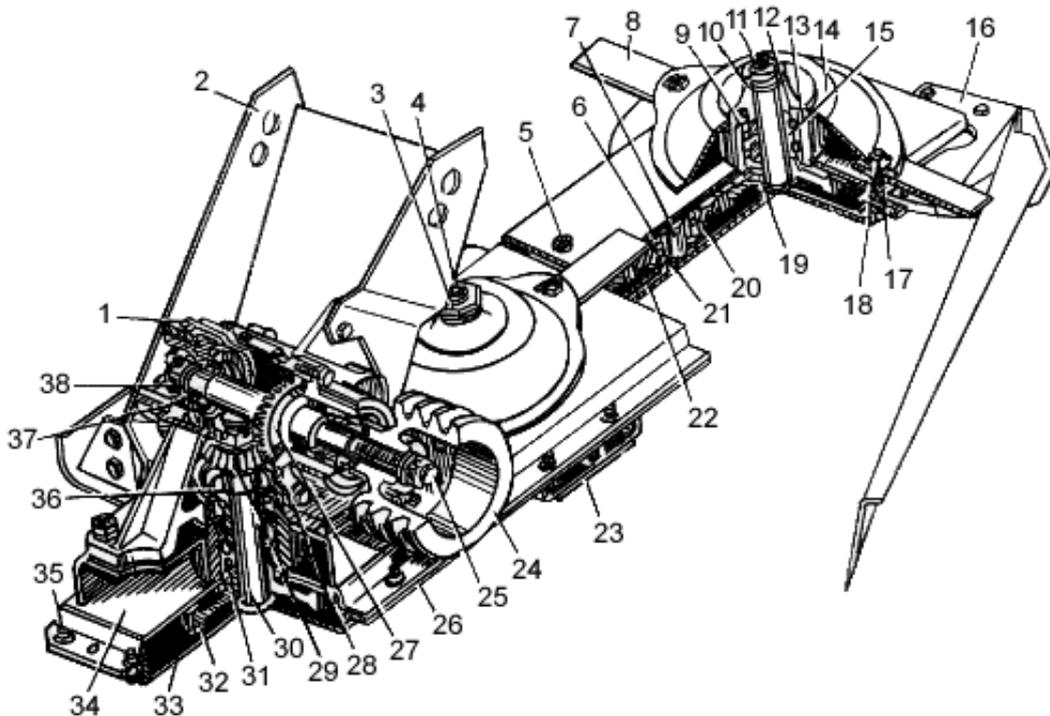
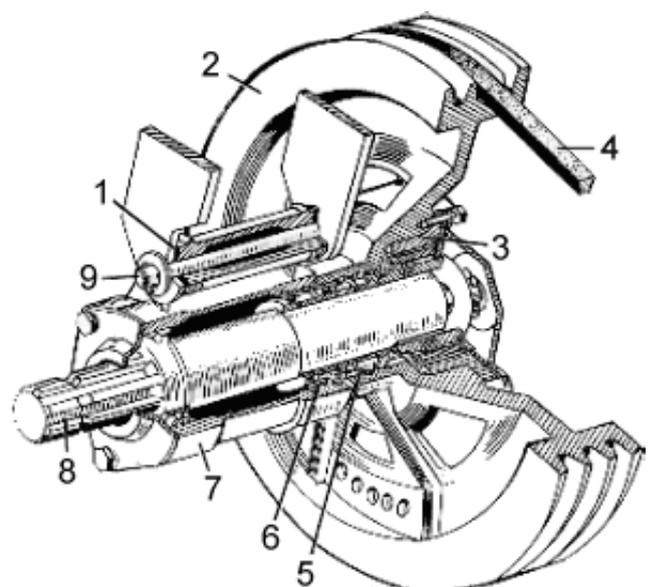
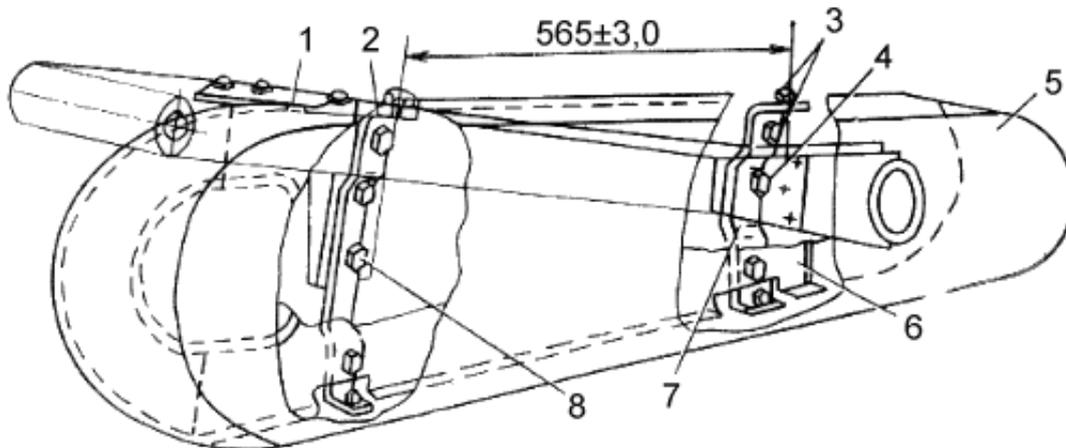

Рис.10. Режущий аппарат
Рис.13. Шкив ведущий
Рис.15. Кожух ременной передачи
Ротационный режущий аппарат (рис.10) предназначен для скашивания травы. Он состоит из панели бруса 34 и днища 26, соединенных между собой болтами 35.
Привод рабочих органов косилки осуществляется от ВОМ трактора через карданную передачу к валу ведущего шкива. Далее через клиноременную (рис.13, 14) и зубчатую передачи.
2. Клиноременная передача состоит из ведущего шкива 2, клиновых ремней 4 (см. рис. 13) и ведомого шкива 24 (см. рис. 10). Передача защищена кожухом (рис.15).
На валу 8 (см. рис. 13) в корпусе шкива 2 смонтирована обгонная муфта 3, предназначенная для обеспечения холостого хода роторов и механизмов передач в момент отключения вала отбора мощности трактора. Ведущий шкив 2 установлен на подшипниках 5 и 6 в корпусе 7, шарнирно подвешенном к подрамнику на оси 9. Соосность канавок ведущего и ведомого шкива обеспечивается смещением корпуса 7 за счет перестановки регулировочных шайб 1.
12. Установите на подрамнике кронштейны кожуха 2 и 7 (см. рис. 15). Кронштейн 2 закрепите двумя болтами 8 (М10х25) с гайками и пружинными шайбами, кронштейн 7 закрепите болтом 4 (М14х35) с пружинной шайбой, предварительно установив расстояние между центрами верхних резьбовых отверстий в кронштейнах равным 565 мм. Посредством болтов 3 (М8х16) с пружинными и подкладными шайбами закрепите к кронштейнам 2 и 7 заднюю стенку кожуха 6. К подрамнику двумя болтами М8х16 с пружинными шайбами закрепите кронштейн 1.
13. Установите на подрамнике узел ведущего шкива с натяжником (см. рис. 13). Втулку корпуса 7 посредством оси 9 присоедините к кронштейну подрамника. При этом между
14. Установите на шлицевой конец вала 8 ведущего шкива (см. рис. 13) вилку карданной передачи и закрепите ее с помощью специального болта, затяните корончатую гайку и зашплинтуйте ее. Закрепите свободный конец цепи кожуха к нижнему кронштейну рамы косилки посредством болта М8x45, гайки и подкладной шайбы.
15. Установите крышку кожуха (см. рис. 15) и закрепите ее к кронштейнам 1, 2 и 7 болтами М8x16 с пружинными и подкладными шайбами.